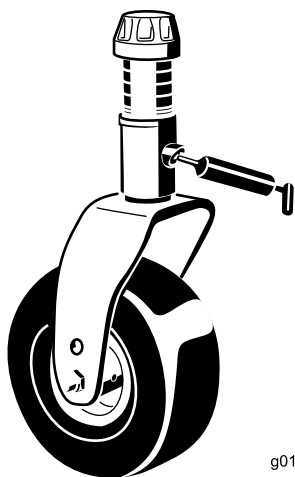

Figura 46
- Casquillo del eje de la horquilla de la rueda giratoria (1) (Figura 46)
- Casquillo del pivote del brazo tensor (1) – situado en el brazo tensor